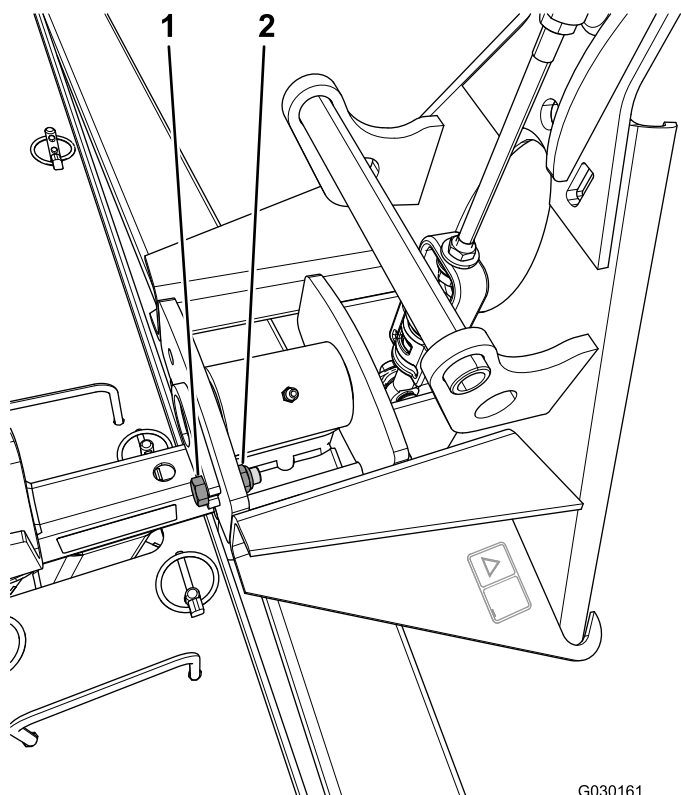

Рисунок 1
1. Снимите и удалите в отходы гайку и болт, которые крепят чеку к узлу переходника зубчатой бороны (Рисунок 1).